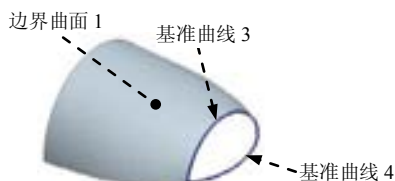
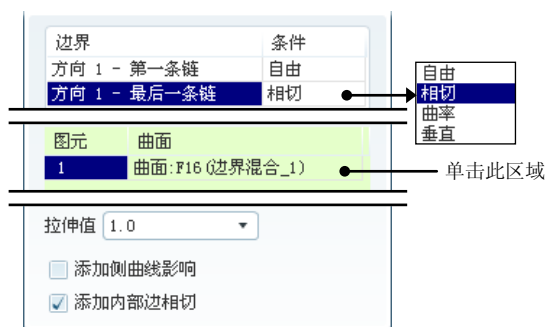

图 6.2.31 选取边界曲线
图 6.2.32 “约束”界面
Step2. 按住 Ctrl 键，依次选择图 6.2.31 所示的基准曲线 4 和基准曲线 3 为方向 1 的边界曲线。
Step3. 设置边界条件。在操控板中单击 **约束** 按钮，在图 6.2.32 所示的“约束”界面中将“方向 1”的“最后一条链”的“条件”设置为 **相切**，然后单击图 6.2.32 所示的区域，在系统 **选取位于加亮边界元件上的曲面** 的提示下，选取图 6.2.31 所示的边界曲面 1。